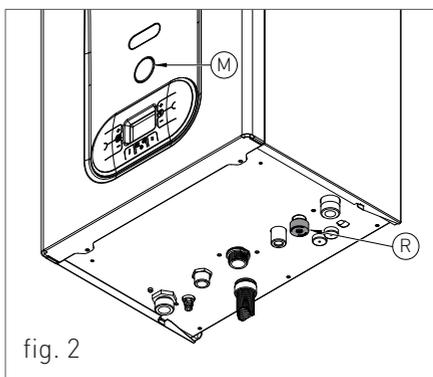

fig. 2
QUESTA CALDAIA PUÒ ESSERE INSTALLATA IN UN LUOGO PARZIALMENTE COPERTO (VEDI FIG.2 AL CAPITOLO 'SPAZI TECNICI MINIMI E POSIZIONAMENTO').
- aprire il rubinetto di carico "R" (fig. 2);
4. controllare attraverso il manometro "M" (fig. 2) che la pressione dell'impianto raggiunga 1.2 bar (fig. 4);
5. ad operazione avvenuta, assicurarsi che il rubinetto di carico "R" (fig. 2) sia ben chiuso.